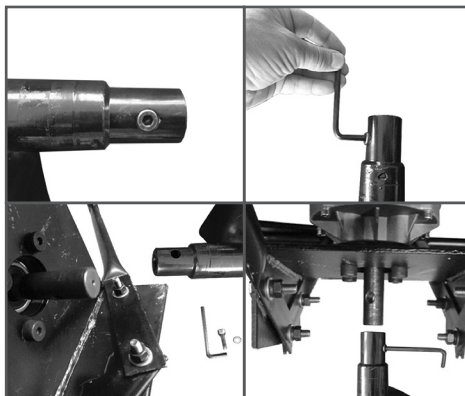

Рис. 3 Установка шнека
2. Снимите крепёж шнека (Рис.3). Отсоедините двигатель от шнека и уберите его в сторону. Двигатель должен опираться на грунт ручками и валом отбора мощности.